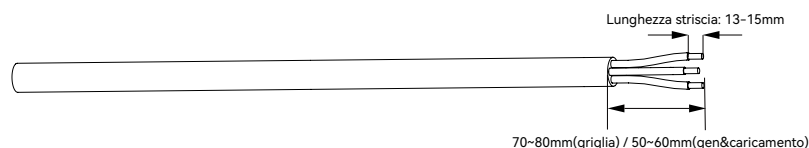

Figura 5-11
1) Selezionare un cavo AC appropriato, rimuovere la giacca del cavo AC per 70~80mm(griglia) o 50~60mm(GEN&LOAD) e rimuovere la guaina isolante nel nucleo conduttore dei fili L/PE/N per 13-15mm, come mostrato nella figura 5-11: